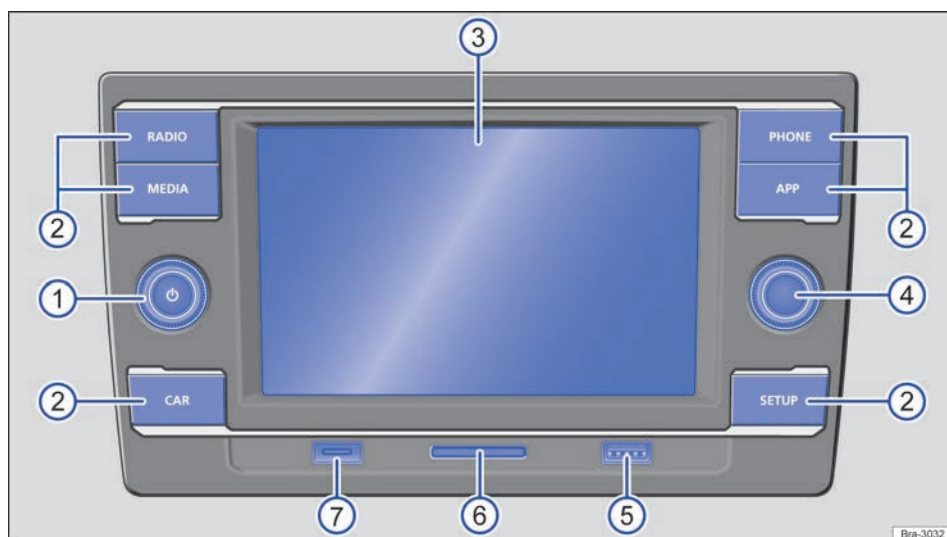

Fig. 110 Vista geral dos comandos.
O botão rotativo e de pressão → Fig. 109 ① ou → Fig. 110 ① é designado por seletor do volume ou botão de ligar e desligar.
O botão rotativo e de pressão da direita → Fig. 109 ⑤ ou → Fig. 110 ④ é designado por seletor.
Pressionar brevemente o botão on / off → Fig. 109 ① ou → Fig. 110 ①.
Para operar os botões do rádio → Fig. 109 ③ ou → Fig. 110 ② pressioná-los brevemente.
O botão seletor → Fig. 109 ⑤ ou → Fig. 110 ④ pode ser girado ou pressionado. Ao girá-lo, listas são pesquisadas ou listas de estações de rádio ou de títulos de mídia são abertas, por exemplo. Ao pressioná-lo os registros marcados são acessados, configurações são adotadas e funções, iniciadas ou interrompidas.
Na entrada de cart o SD → Fig. 109   ou → Fig. 110   somente podem ser inseridos cart es SD com as dimens es de 32 mm x 24 mm x 2,1 mm (1,26 x 0,94 x 0,083 polegadas) ou 32 mm x 24 mm x 1,4 mm (1,26 x 0,94 x 0,055 polegadas).